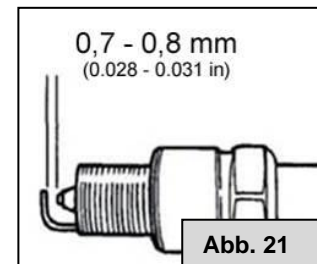

Abb. 21
5. Überprüfen Sie den Elektrodenabstand (Abb. 21) mit einer Fühlerlehre (nicht im Lieferumfang enthalten). Der Abstand sollte 0,7 - 0,8 mm betragen. Falls nötig, korrigieren Sie den Abstand durch Biegen der Masseelektrode.